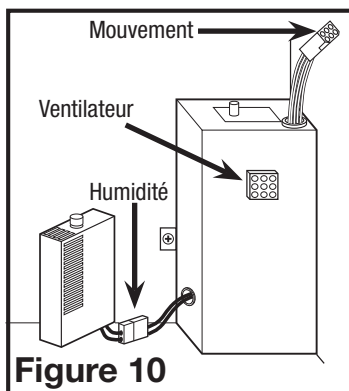

Figure 10
4. Pour les ventilateurs à deux vitesses, raccordés pour une ventilation continue, connectez le fil blanc du ventilateur au fil blanc (neutre) de la source d'alimentation. Connectez le fil de terre de la maison au fil vert du boîtier du ventilateur. Connectez le fil noir du ventilateur au fil noir (chaud) de la source d'alimentation. Le ventilateur fonctionnera à faible vitesse, en continu, et augmentera à haute vitesse sur une hausse de l'humidité. Utilisez un interrupteur correctement mis à terre, connectez 1 fil jaune de chaque côté de l'interrupteur. Fermer l'interrupteur changera la vitesse de normale à haute vitesse. Utilisez un interrupteur à standard, correctement mis à terre (non inclus) pour relier le fil noir de la source d'alimentation de l'interrupteur. Connectez le fil rouge (lumière) du boîtier du ventilateur à l'autre côté de l'interrupteur. Un interrupteur à commande manuelle (non inclus) peut être utilisé pour éteindre manuellement le ventilateur (**Figure 10**).